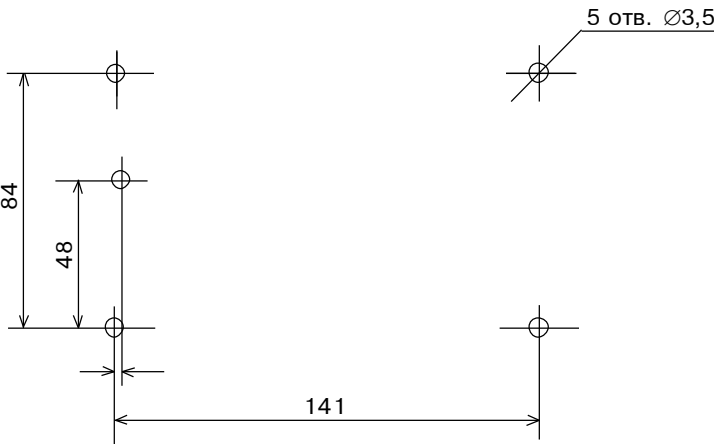

Рис. 10. Схема разметки для установки клавиатуры KB-A
- произведите разметку согласно чертежу, приведенному на рис. 10;